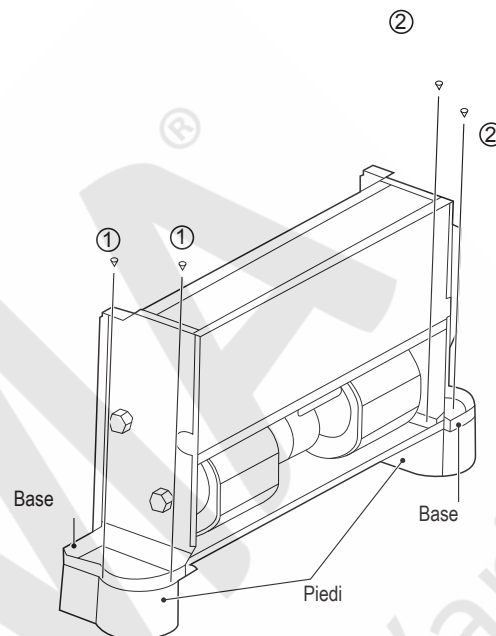

Figura 5-3
I piedi mostrati in Figura 5-3 sono opzionali. È possibile acquistarli separatamente e installarli nel seguente modo:
2. Collocare i fori di montaggio sulla base dell'unità nel perno del piede corrispondente e installare le viti ① *2 e ② *2 per fissare il piede secondo la Figura 5-3.